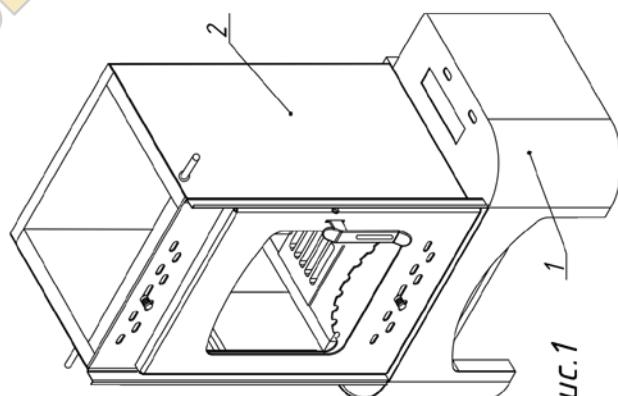

Рис. 1
1. Основание 1 и топочная камера 2 поставляются забором-изготовителем в собранном виде (Рис. 1)